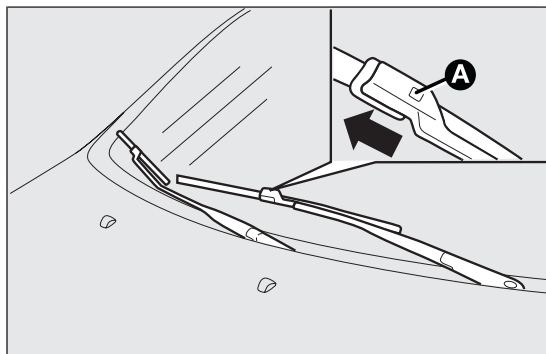

fig. 212
- ☐ premere la linguetta A fig. 212 della molla di aggancio ed estrarre dal braccio la spazzola;